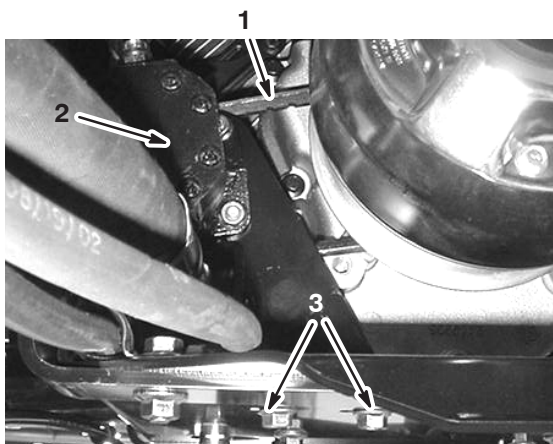

Figure 54
2. Desserrez les boulons de fixation de la pompe de direction (Fig. 54).